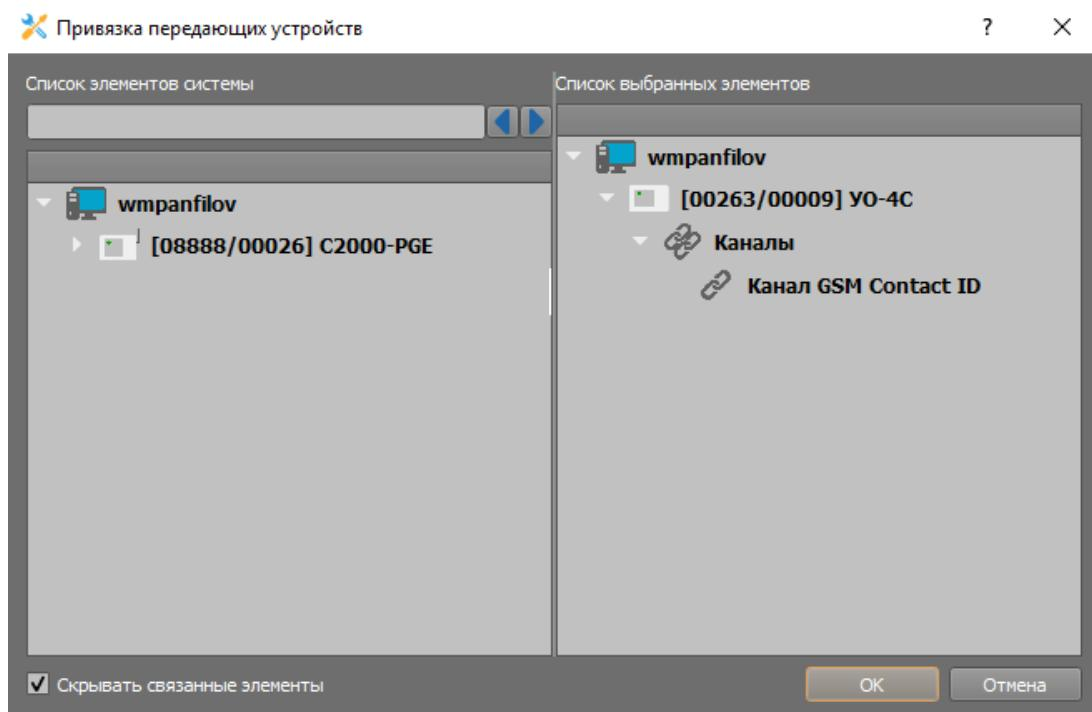

Рисунок 2-46. Привязка канала «УО-4С» к каналу УОПа
6. Двойным нажатием на свободное место таблицы привязки вызовите окно мастера привязки каналов ПОО к каналам УОПа. В списке свободных элементов системы найдите созданный канал ПОО «УО-4С» и перетащите его в список выбранных элементов, нажмите «OK». После завершения работы мастера привязки в таблице будет показан привязанный канал и полный путь до ПОО «УО-4С» (Рисунок 2-46). Примените изменения, нажав на кнопку «Применить».